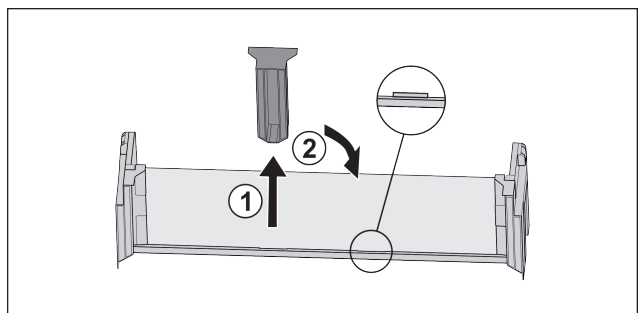

Fig. 17
- ▶ Estrarre l'elemento di supporto centrale Fig. 17 (1).
- ▶ Inserire l'elemento di supporto centrale sulla seconda posizione Fig. 17 (2).